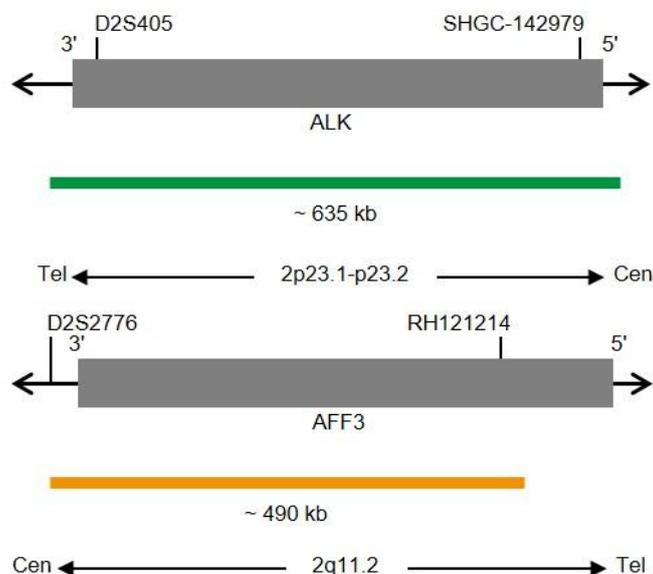

Fig. 1: SPEC ALK Mapa de la sonda, SPEC 2q11 Mapa de la sonda (no está a escala)
- Polinucleótidos marcados en verde (excitación a 503 nm/emisión a 528 nm) ZyGreen (~10 ng/μl), dirigidos a secuencias localizadas en 2p23.1-p23.2* (chr2:29,460,144-30,095,822) que albergan la región del gen ALK (ver Fig. 1).
- Polinucleótidos marcados en naranja (excitación a 547 nm/emisión a 572 nm) ZyOrange (~4,5 ng/μl), dirigidos a secuencias localizadas en 2q11.2* (chr2:100,132,806-100,621,725) (ver Fig. 1).